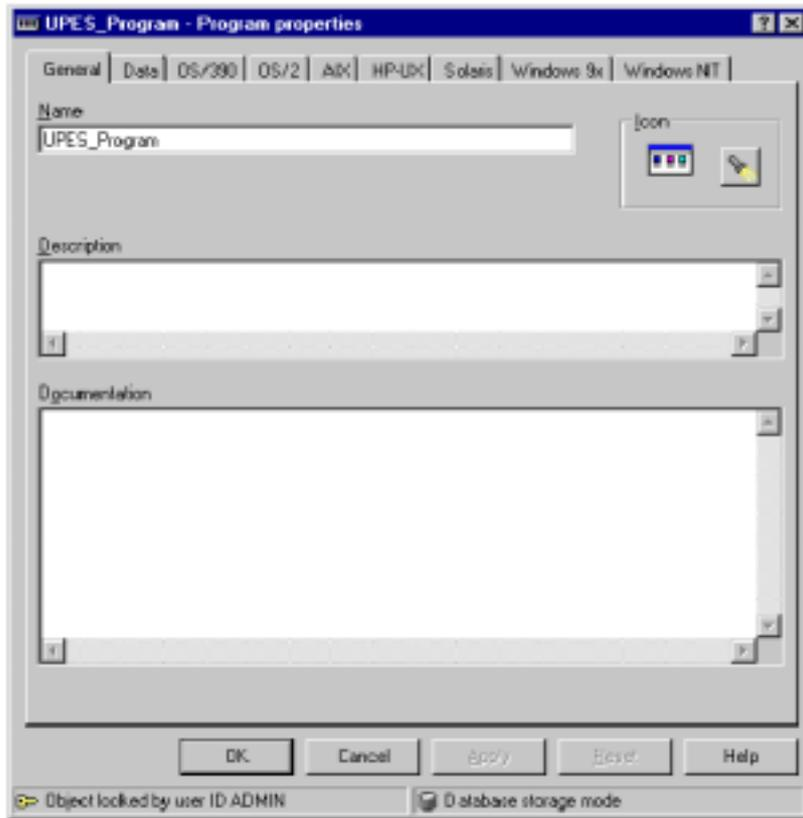

图 4-65 创建 UPES 执行程序
2. 右键单击程序 (Programs) 并选择新程序 (New Program)，将出现程序属性窗口 (如图 4-65 所示)。